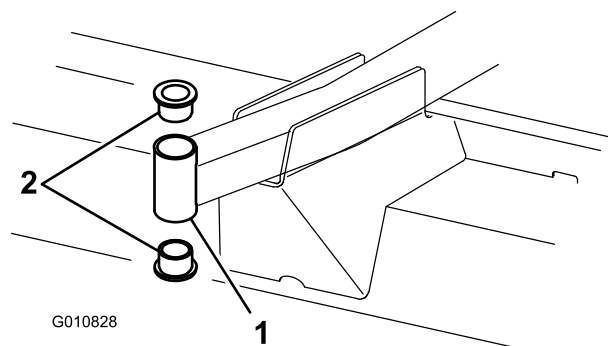

図 21
4. 取り付けチューブの上または下からピンポンチを差し込み、ブッシュをたたき出す (図 21)。もう1個のブッシュについても同様にして取り出す。